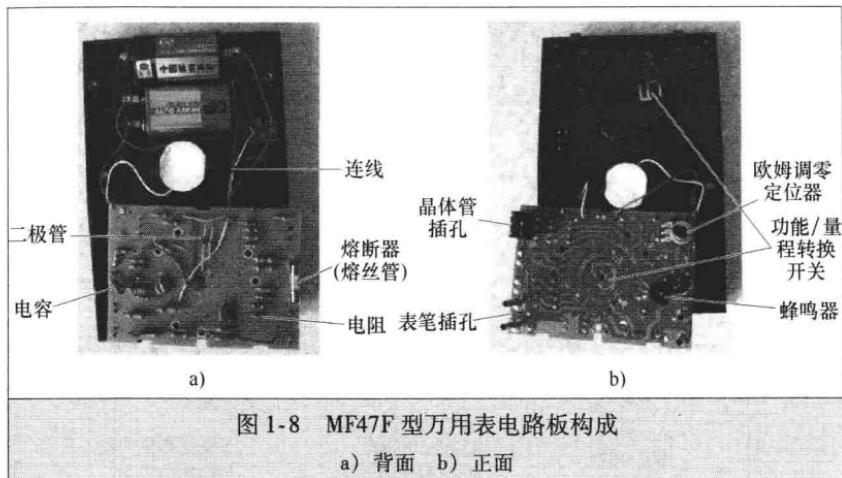

图 1-8 MF47F 型万用表电路板构成
3) 电路板。电路板上不仅有大量的电阻、电容、电感等电子元器件，还安装了功能/量程转换开关，如图1-8所示。